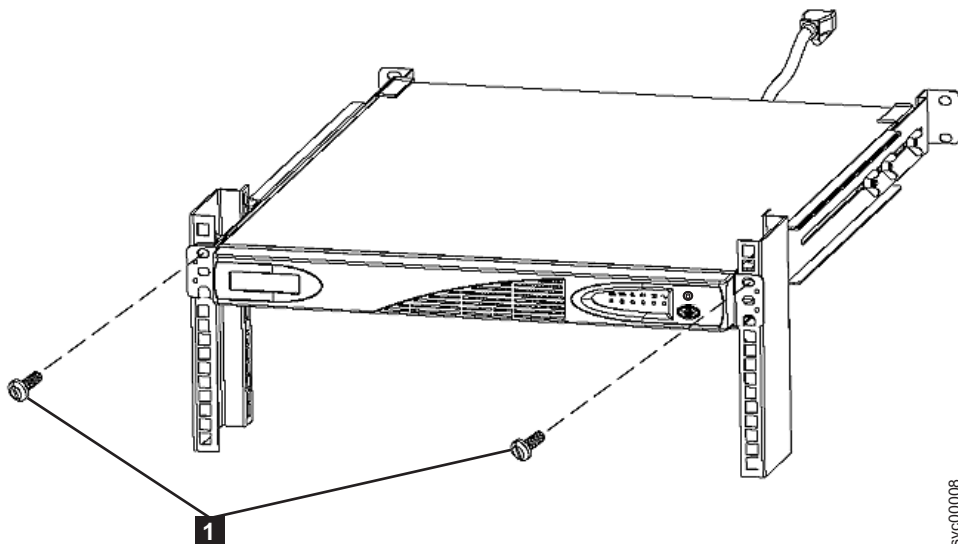

図 12. 2145 UPS-IU 用の取り付けねじ
2. 22 ページの図 12 に示すように、2145 UPS-1U の前面に 2 本の取り付けねじ (M6x10) **1** を取り付けます。